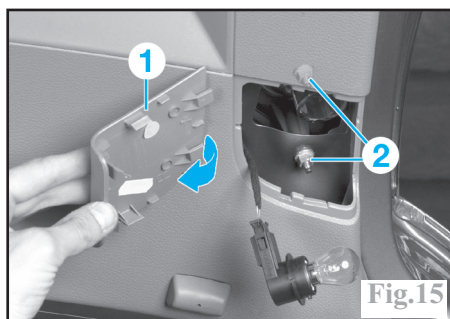

Fig.15
Déclipser le cache (1) (Fig.15). Déconnecter la fiche électrique du feu (ou déposer le porte ampoule). Dévisser les écrous de fixation (2) pour retirer le boîtier du feu arrière.